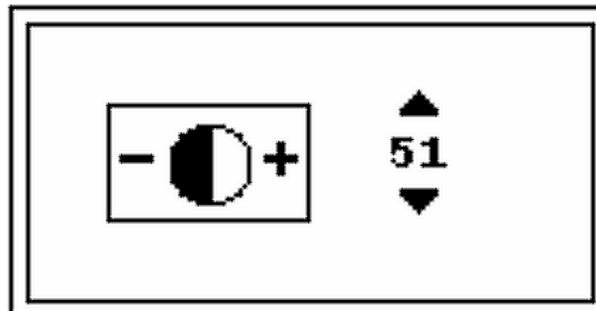

Abbildung 2-37 Kontrast-Konfiguration
5. Durch Drücken von **Enter** erscheint der Konfigurationsbildschirm (Abbildung 2-37).